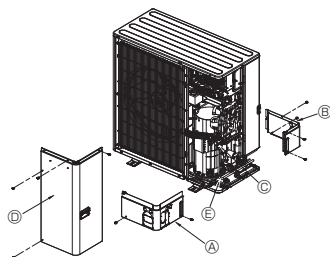

Fig. 4-3
4.3. Cevi za rashladnu tečnost (Fig. 4-3)